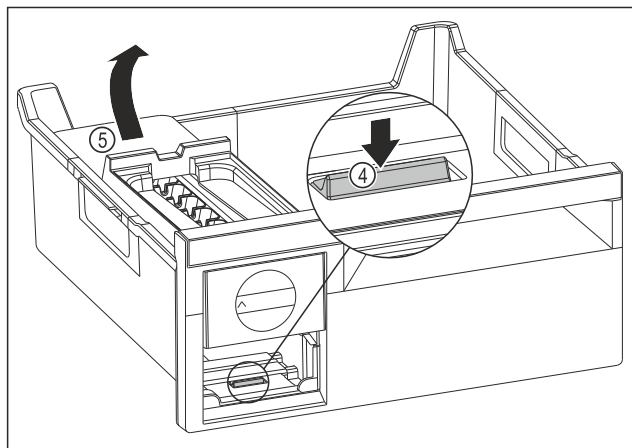

Fig. 188
- Wyjmowanie korpusu EasyTwist-Ice: Nacisnąć nakładkę Fig. 188 (4) palcem w dół i jednocześnie podnieść korpus EasyTwist-Ice Fig. 188 (5) od tyłu drugą ręką.